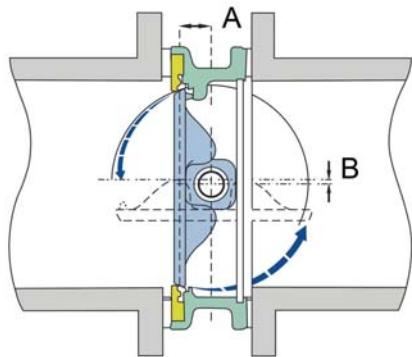

Рис. 1. Конструкция затвора с двойным эксцентрикситетом
В затворах с двойным эксцентрикситетом (затворы KERP серии BAD120) вращающий вал вынесен из центральной оси диска таким образом, что образуются два направления смещения: продольно (A) оси трубопровода и поперек (B) (рис. 1).